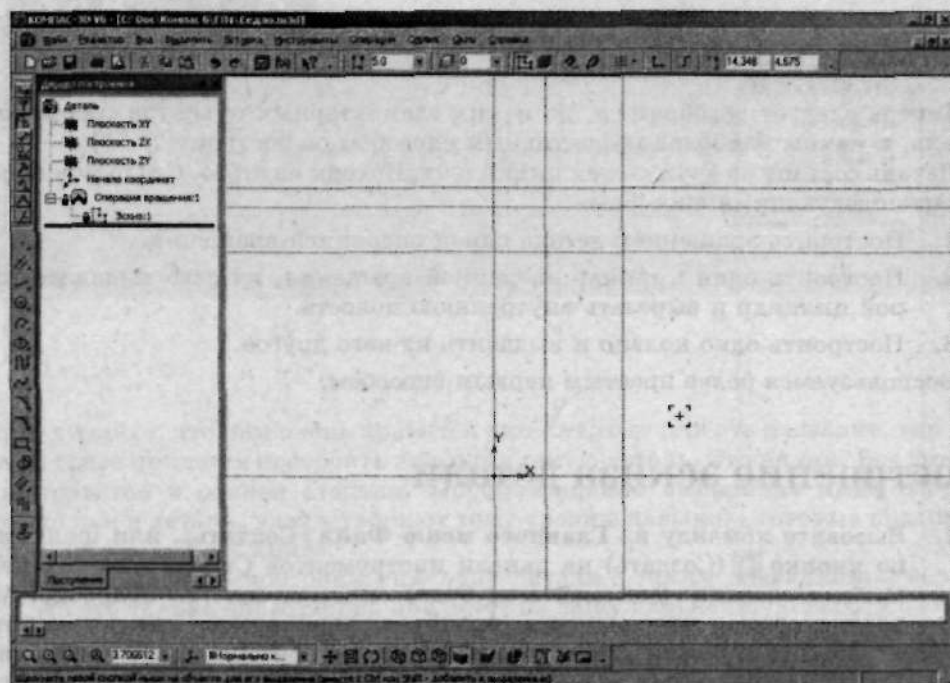

Рис. 2.95. Вид рабочего поля после построения вспомогательных прямых для эскиза детали Седло
5. Постройте вспомогательные прямые в соответствии с чертежом, изображенным на рис. 2.93. Результат работы с инструментом **Вспомогательная прямая** представлен на рис. 2.95.